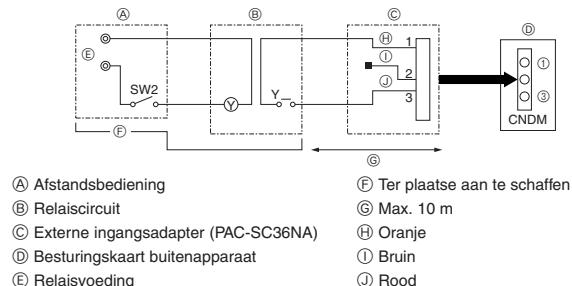

Fig. 9-2
9.2. Verbruksfunctie (modificatie ter plaatse) (Fig. 9-2)